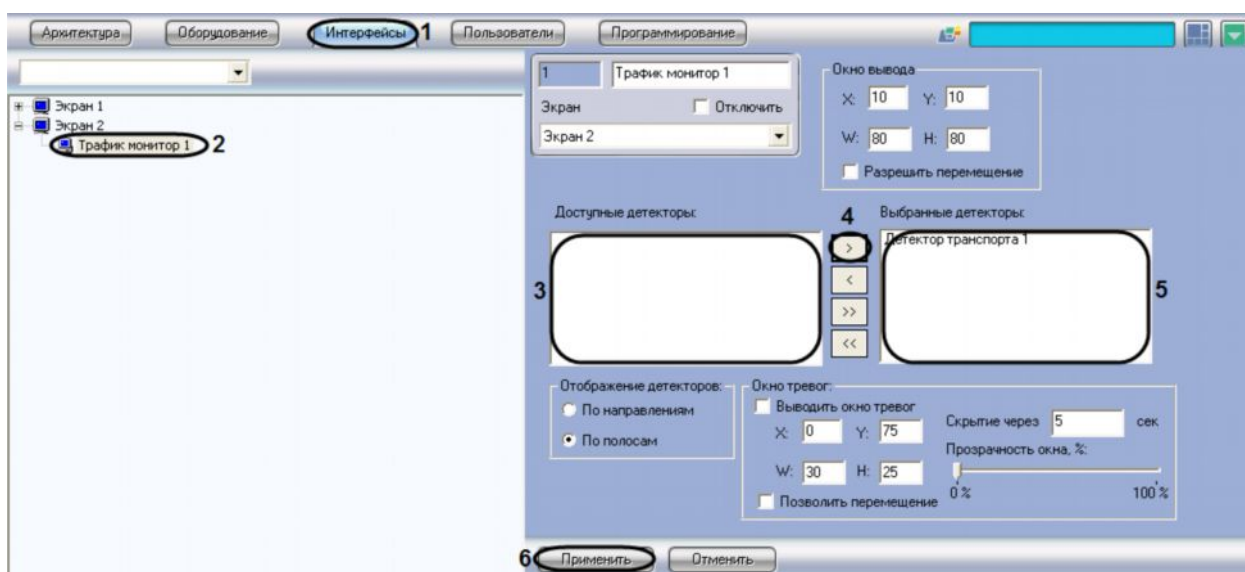

Рис. 7.8.3-1 Выбор детектора движения
1. Перейти на вкладку «Интерфейсы» диалогового окна «Настройка системы» (см. Рис. 7.8.3-1, 1).
2. Выбрать в дереве объект «Трафик монитор» (см. Рис. 7.8.3-1, 2).
3. Выбрать значение из списка в поле «Доступные детекторы» (см. Рис. 7.8.3-1, 3).
4. Нажать кнопку «>» для перемещения выбранного значения в список «Выбранные детекторы» (см. Рис. 7.8.3-1, 4-5).
5. Нажать кнопку «Применить» для сохранения настроек (см. Рис. 7.8.3-1, 6).